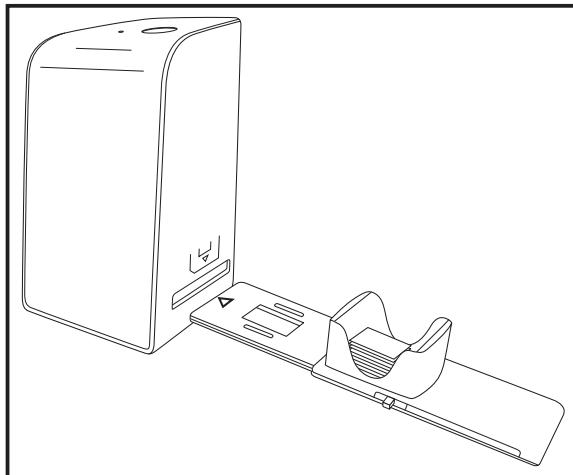

Figura 2
- ◆ Coloque las diapositivas del lado correcto en el alojamiento previsto del cargador de diapositivas ⑥. Según el tamaño, pueden colocarse aprox. 10-12 diapositivas en el cargador de diapositivas.
- ◆ Introduzca el cargador de diapositivas ⑥ con la mirilla primero en la ranura ④ derecha. Al hacerlo, observe que la marca triangular esté hacia delante y sea visible (consulte la figura 2).